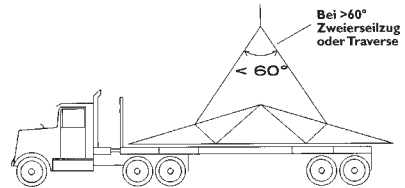

BILD 1: Transport stehend
- stehend (Idealfall) **BILD 1**